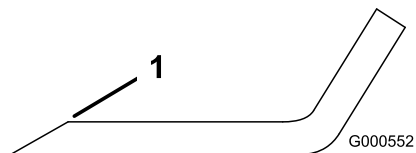

Figure 83
1. Au moyen d'une lime, aiguissez les tranchants aux deux extrémités de la lame (Figure 83).
Remarque: Si la lame est déséquilibrée, limez un peu l'extrémité de l'ailette seulement (Figure 83).